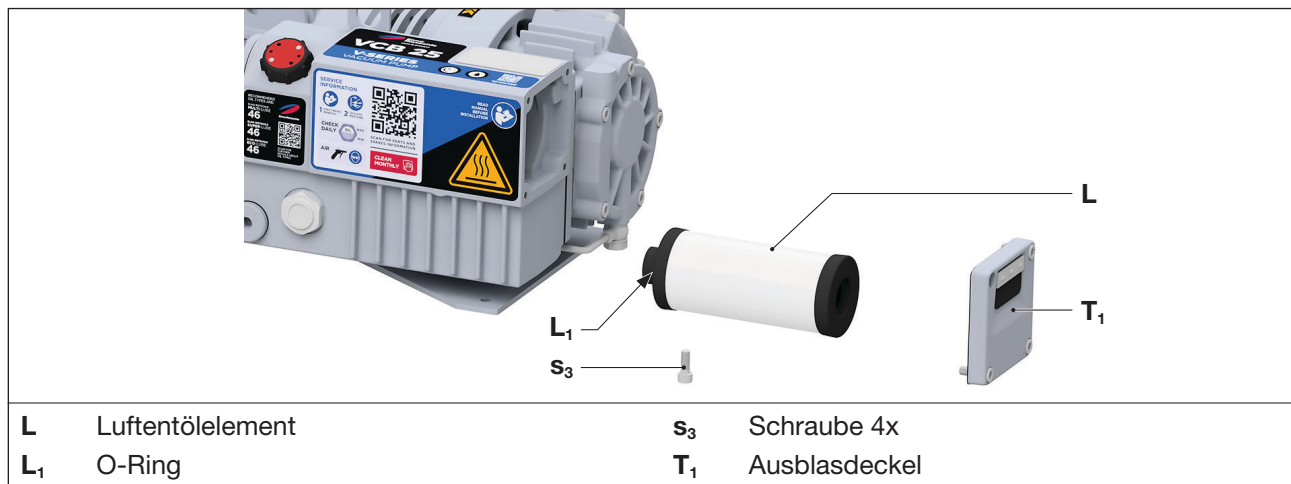

Abb. 7 Luftentölelement
- Die Schrauben (Abb. 7/s₃) am Ausblasdeckel (Abb. 7/T₁) lösen und den Deckel (Abb. 7/T₁) mit der Dichtung abnehmen.
- Den O-Ring (Abb. 7/L₁) des neuen Luftentölements (Abb. 7/L) leicht einölen und Luftentölelement in das Entölergehäuse einsetzen.
- Den Ausblasdeckel (Abb. 7/T₁) mit Dichtung wieder aufsetzen und mit den vier Schrauben (Abb. 7/s₃) befestigen. Anzugsmoment: 10 Nm